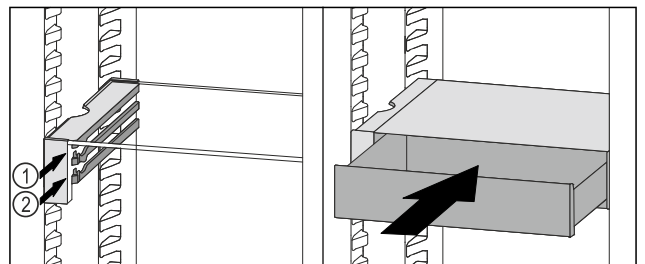

Fig. 105
- ▶ VarioSafe-Schubfach hinter den Stopperrn auf gewünschter Rippe Fig. 105 (1) oder Fig. 105 (2) aufsetzen.